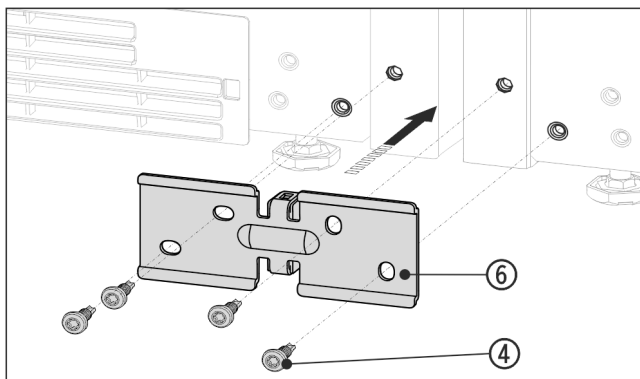

Fig. 15 Príklad zobrazenia
- ▶ Uholník Fig. 15 (6) s dištančným dielom zasunúť medzi zariadenia a voľne priskrutkujte pomocou 4 skrutiek Fig. 15 (4).